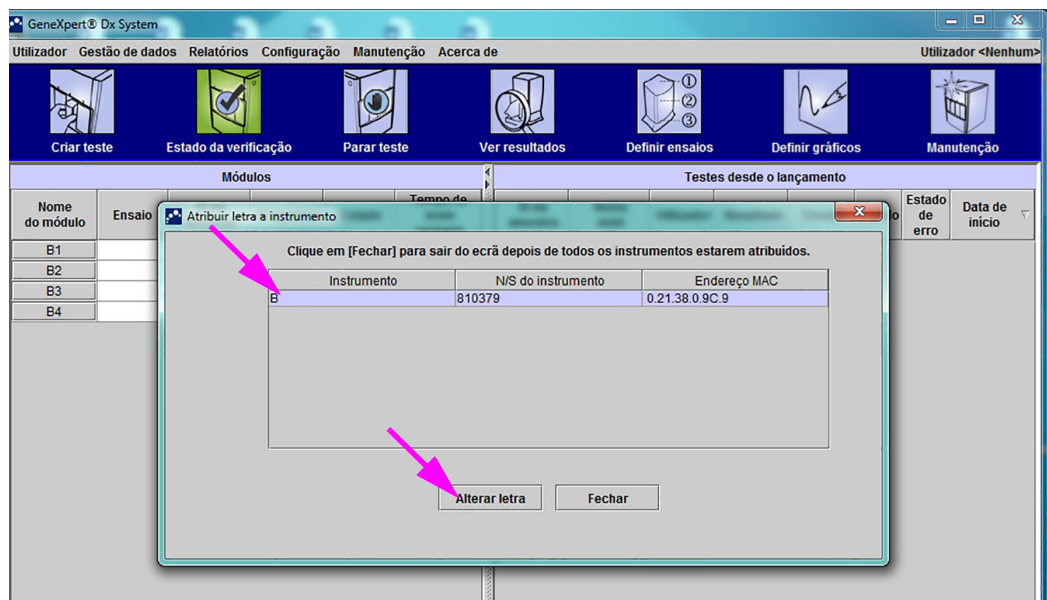

Figura 2-57. Janela GeneXpert Dx System com caixa de diálogo Atribuir letra a instrumento sobreposta
- Para alterar a letra atribuída, clique para seleccionar o instrumento e, em seguida, clique em **Alterar letra** na caixa de diálogo Atribuir letra a instrumento (consulte a figura 2-57).